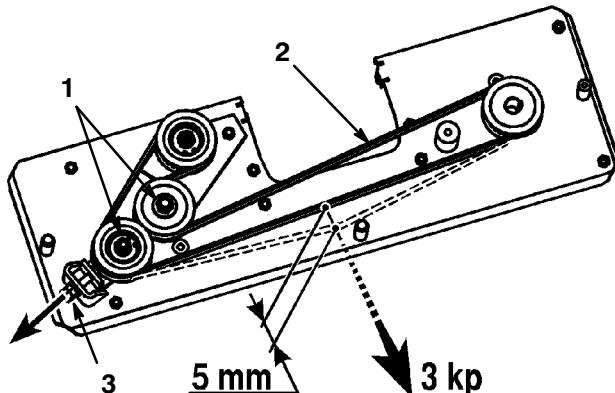

Abbildung 39
4. Die beiden Sechskantmuttern an der Führungsrolle lösen (Abb. 39).
5. Die M10-Mutter so einstellen, dass der Riemen bei einer Kraft von 3 kp um 5 mm nachgibt (Abb. 39).